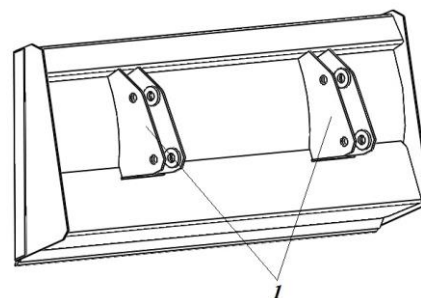

Рис. 3 Отвал
- отвал ПЗ20-3А (рис.3) шириной захвата 1,7м – для планирования площадок, сгребания снега и других работ.